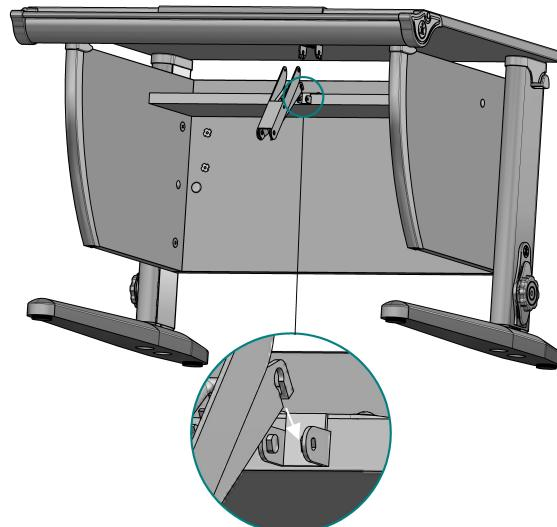

Рис. 19
4.7.1. Фиксатор столешницы BED HINGE DELTA 200 (поз. 1, пакет №9) нижней частью ввести в кронштейн DL214, верхней в кронштейн DS252, согласно рис. 19; 19а; 19б.
Рис. 19а
Рис. 19б